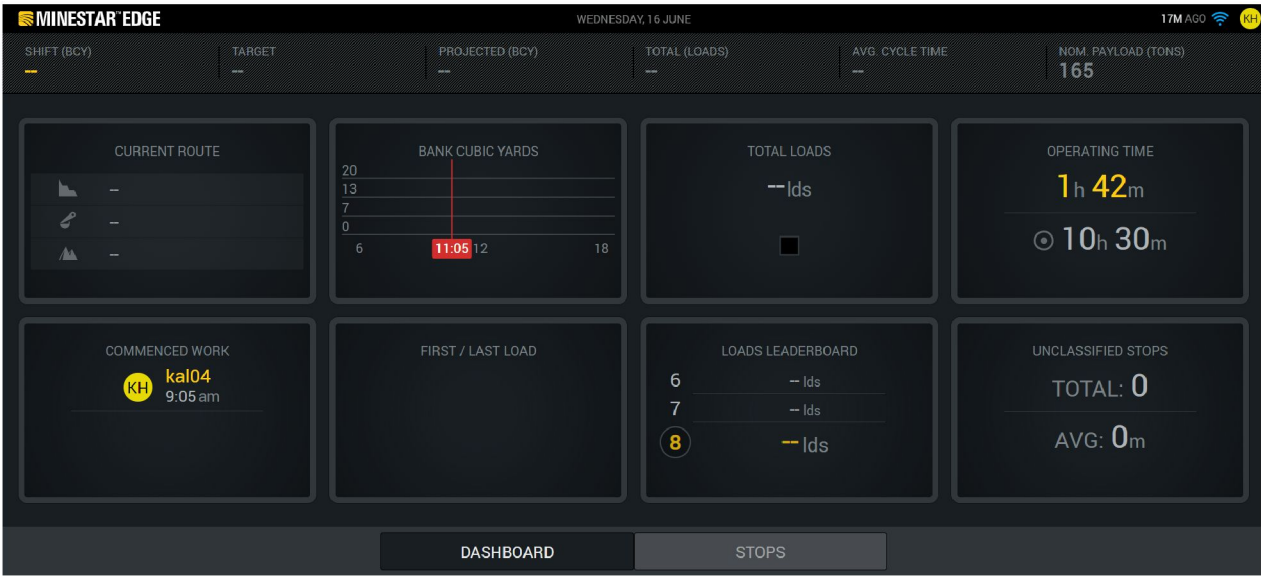

Рисунок 5
3. Введіть ідентифікатор оператора й натисніть кнопку введення, щоб переглянути головну сторінку, як показано на рис. 5 .